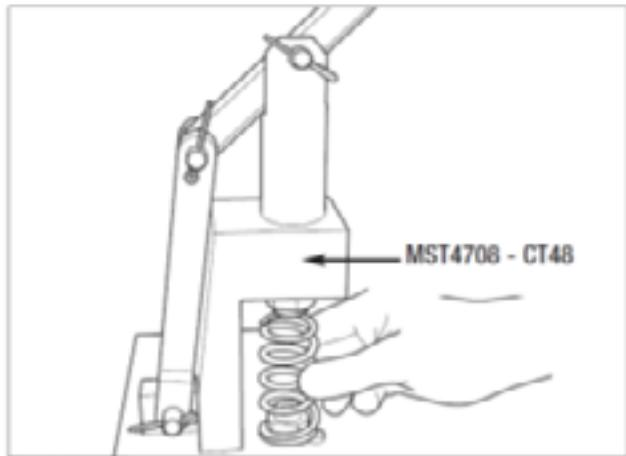
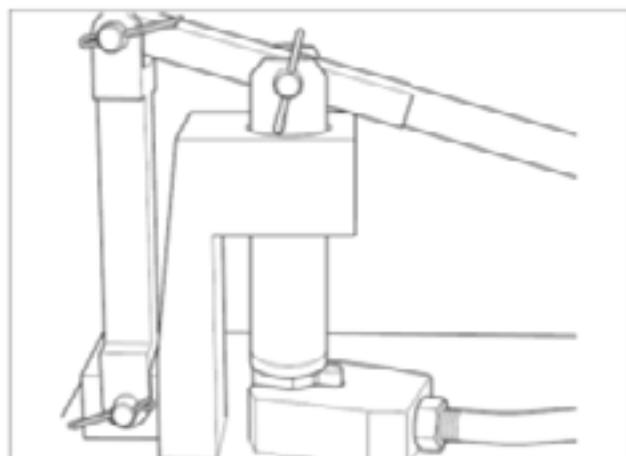

Fig. 2.62
Fig. 2.63
3. Comprima a mola do eixo de mudança (força de 650 N ou 65 kg) usando uma ferramenta MST4708 - CT48 (Fig. 2.62 e Fig. 2.63).